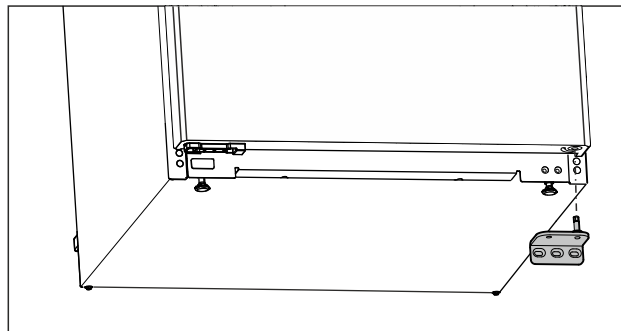

Fig. 16
- Noņemiet gultņa balstu virzienā uz leju. (skat. Fig. 16)